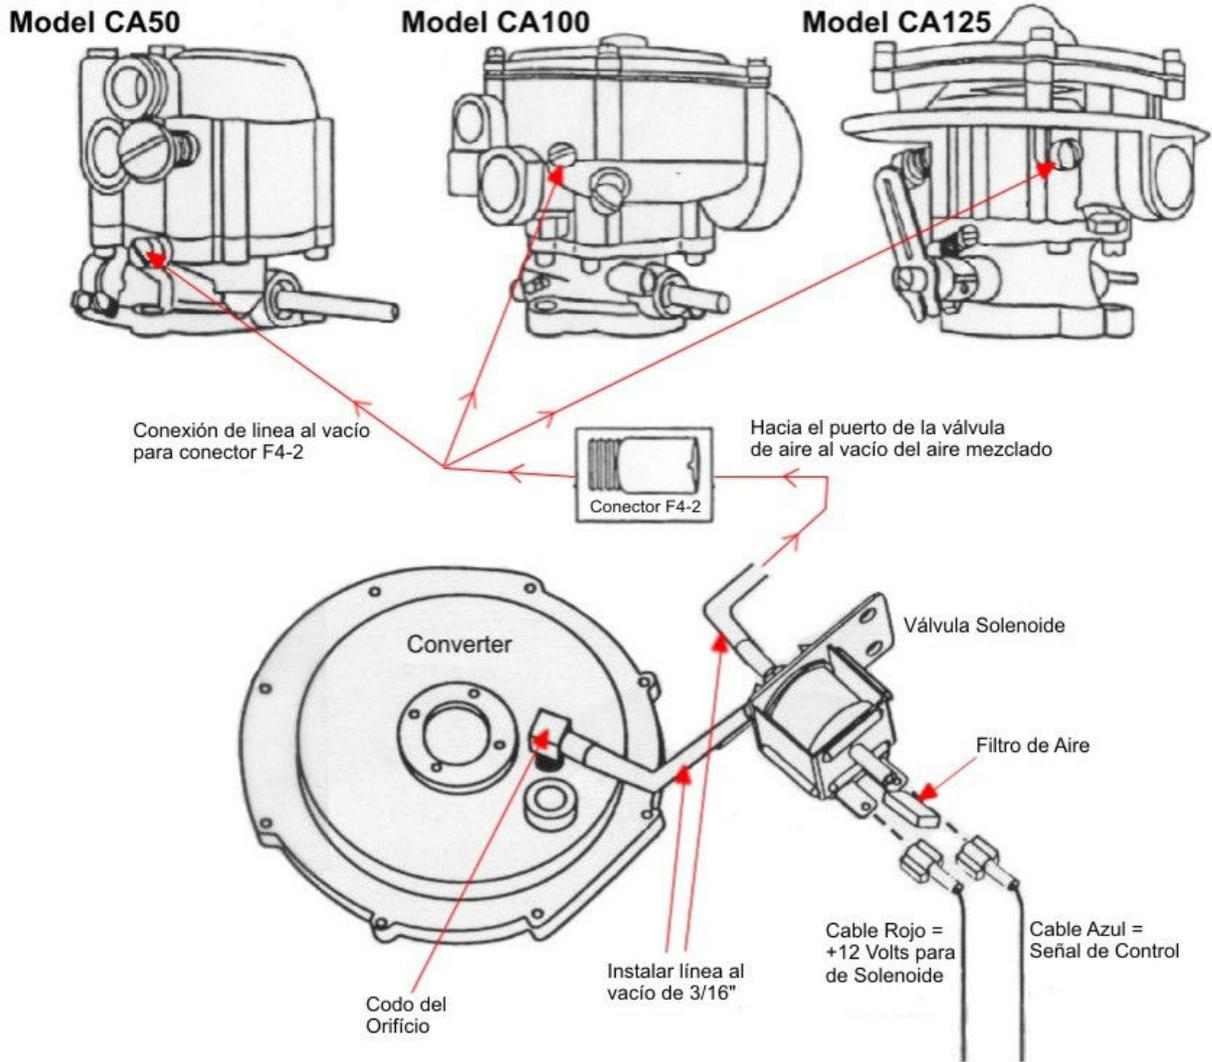

Figura 2: Instalación del Sistema de Combustible IMPCO
Si la máquina va a ser operada en un ambiente polvoroso, instale el filtro de esponja en el puerto de aire de la válvula solenoide (es el puerto de bronce del solenoide localizado cerca de las conexiones eléctricas como muestra la **Figura 2**). Asegurándose de que el orificio del puerto no quede bloqueado, ponga una gota de adhesivo en el puerto de bronce y pegue el filtro de esponja sobre el puerto
Este paso, incluye **(1)** la instalación del codo de la línea de aire al vacío en el convertidor/regulador de combustible, **(2)** conectar el codo con la válvula solenoide, **(3)** instalar el conector neumático en la mezcladora de aire y **(4)** conectar la línea de aire al vacío entre la válvula solenoide y el conector neumático en la mezcladora. Los puertos de la válvula solenoide son mostrados en la **Figura 2** en páginas anteriores
- (2) Corte un pedazo de la manguera de aire al vacío suficientemente largo y conecte el codo ya instalado con el conector de plástico en el costado de la válvula solenoide (vea **Figura 2** para referencia)
- (3) Identifique el puerto de aire al vacío en la mezcladora de aire e instale el conector
Corte un pedazo de manguera flexible y una el conector en la mezcladora con el puerto que quede libre en la válvula solenoide (ver **Figura 2**)